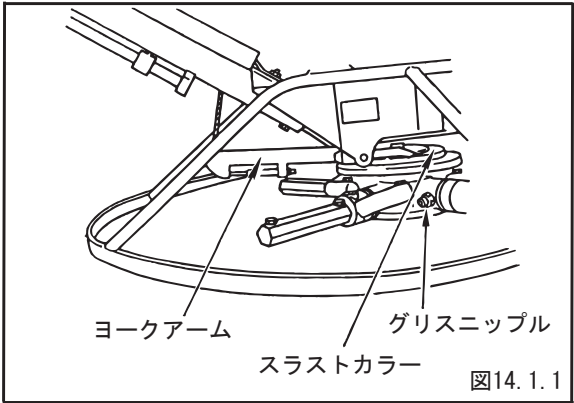

図14. 1. 1
2. スパイダープレート各グリスニップル、及びヨークアームとスラストカラーの摺動面にグリスアップする。(作業後毎回、図14. 1. 1)